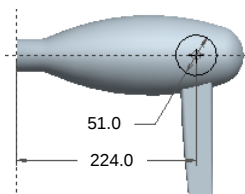

图 6.7.49 截面草图
(3) 定义偏移类型：在操控板中的偏移类型栏中选取  (即带有斜度的偏移)。
(4) 定义偏移属性：单击操控板中的 **选项** 按钮，选择 **垂直于曲面** 命令，然后选中 **侧面轮廓** 中的 **曲面** 单选按钮，选取 **侧面轮廓** 中的 **直** 单选按钮。
(5) 定义草绘属性。单击操控板中的 **参照** 按钮，在系统弹出的界面中单击 **定义...** 按钮；系统弹出“草绘”对话框，设置草绘平面为 **TOP** 基准平面，参照平面为 **RIGHT** 基准平面，方向为 **右**，然后单击 **草绘** 按钮；绘制图 6.7.49 所示的截面草图，完成后单击 **✓** 按钮，退出草绘环境。